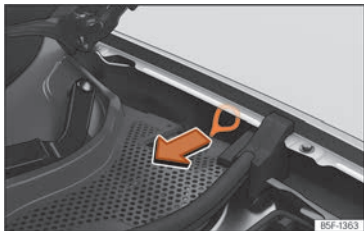

Fig. 216 Entre l'aile gauche et la charnière du capot du moteur : Poignée de déverrouillage manuel d'urgence du connecteur de charge.
La poignée de déverrouillage manuel de secours est située sur le côté gauche du compartiment du moteur , au-dessus de la prise de charge » fig. 216.
- Tirez sur la poignée » fig. 216.